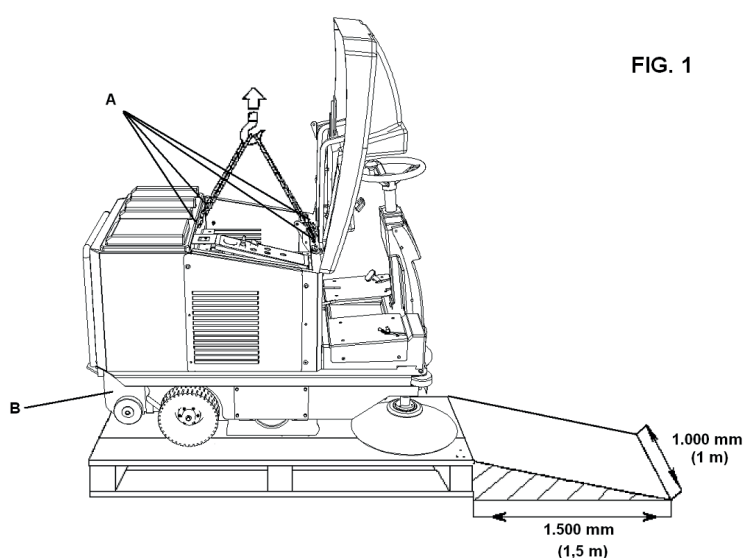

FIG. 1
- ☞ Se procurer un crochet à 4 tirants dont la portée est appropriée à la masse de la machine (indiquée sur la plaque CE). Soulever la capot du moteur et visser les quatre œillets ou bien les crochets de relevage dans les trous filetés prévus à cet effet (les crochets de relevage se trouvent dans le tiroir **B Fig. 1**, avec les balais latéraux et ce manuel). Accrocher les quatre courroies aux crochets de relevage de la machine (**Part. A Fig. 1**) et, au moyen d'un chariot élévateur ou bien d'un pont roulant (dont la portée est appropriée à la masse de la machine), la soulever du plateau et la poser au sol très lentement.